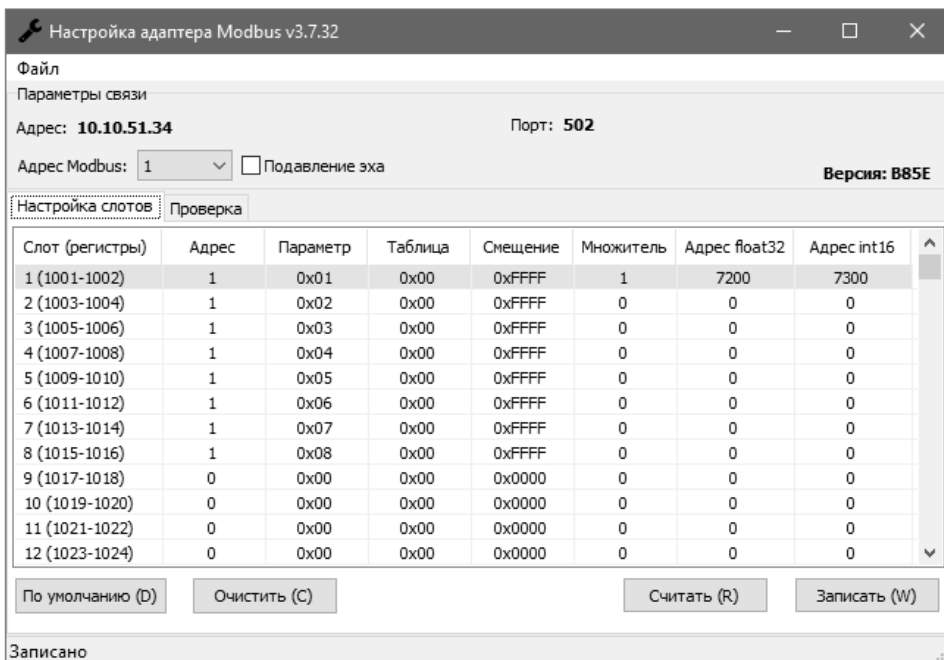

Рисунок 38 – Окно утилиты «Настройка адаптера Modbus»
3.10.15 Для записи настроек слотов опроса необходимо нажать кнопку «Записать», либо на клавиатуре нажать клавишу «W». После нажатия программа запишет настройки слотов адаптера. При этом внизу в строке состояния утилиты будет выдано сообщение «Записано» (рисунок 38).